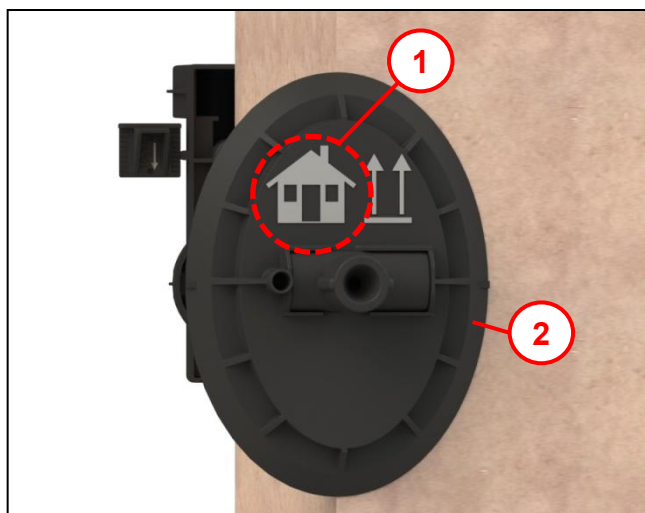

Abb. 18
- Schaumrohr mit Außenflansch (1) in Kernloch ansetzen und bis zu Beginn der Rastnase einstecken (Abb. 18 beachten).
Weiter bei Abb. 18